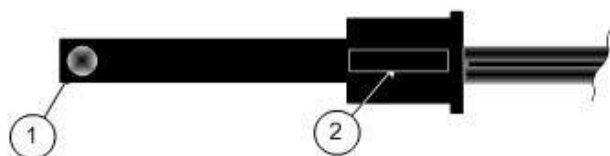

Рис. 18.
10. Проверка загрязненности линзы детектора пламени (Рис. 18).